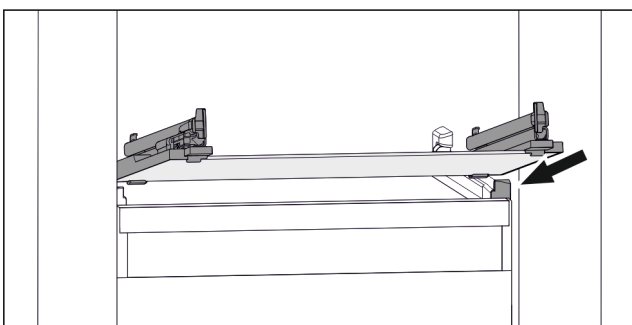

Fig. 125 Примерное отображение стеклянной пластины
- ▶ Наклоняя вниз, установите стеклянную пластину за стопоры. (см. Fig. 125)